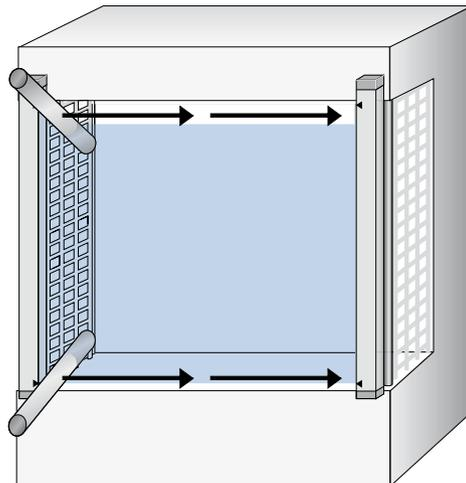

Figura 18: Prueba de la barra de comprobación: Paso 2
3. A continuación, pase la barra de comprobación por los bordes de la zona que se ha de proteger, tal y como muestran las flechas, véase figura 18.